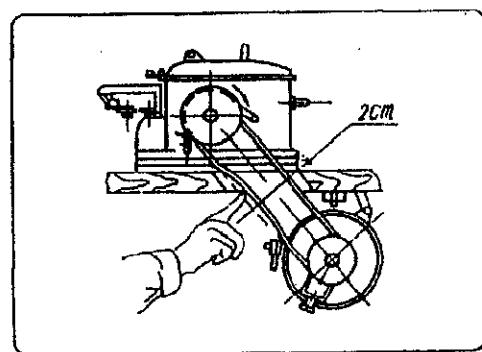

图 3-4 Fig 3-4
(1) Смонтируйте рамку машины как показано в атласе частей.
(2) Смонтируйте планку (борт) машины, электрический мотор, контрольный кронштейн (консоль), переключатель и контрольную проводку как показано в атласе частей.
(3) Прикрепите рамку машины с планкой (бортом) и соедините провод ножной педали с регулирующими (контролирующими) частями.
(4) Установите стойку (головку) на платформу машины, проложив под нее амортизирующую резиновую подушку, и застегните их двумя застежками (?) на платформе. Установите ремень и кожух ременной передачи и отрегулируйте натяжение ремня. (см. рис. 3-4).
(5) Установите опору (поддержку) нити так, чтобы опора нити, кольцо нити, шест (?) нити и держатель нити располагались в одну линию.